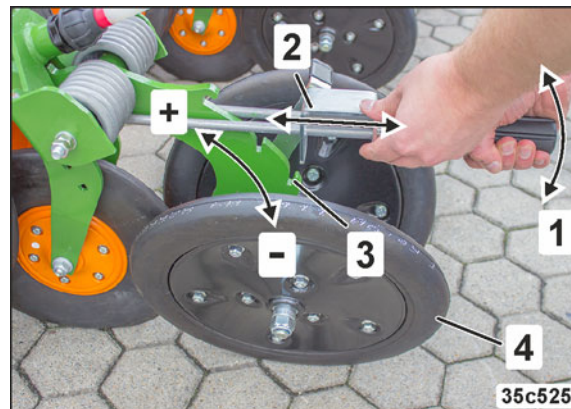

Fig. 179
Les roues de rappui réglables (Fig. 179/4) ferment le sillon de semis et rappuient sur le sol au-dessus de la semence.
1. Relevez brièvement le levier (Fig. 179/1) et placez le taquet mobile (Fig. 179/2) dans le segment denté (Fig. 179/3).